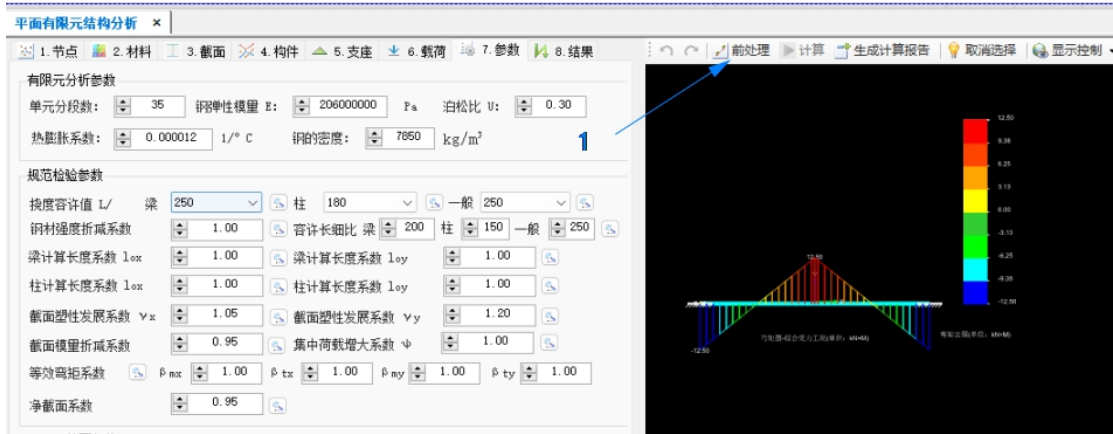

图 11
10. 点击前处理，可以重新进行点，材料，截面，构件和荷载的调整和编辑，如图 11。